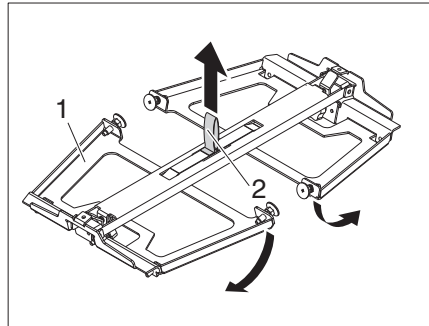

Fig. 62 Montaggio del basamento
- Sollevare il basamento (Fig. 62,1) per il cappio (Fig. 62,2). Abbassare i piedi su entrambi i lati.